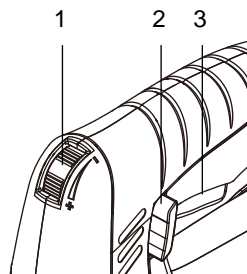

Fig. 6
Bruk produktet i manuell eller kontinuerlig modus (fig. 6).
Begrens det maksimale turtallet med turtallsvelgeren (1) (fig. 6).